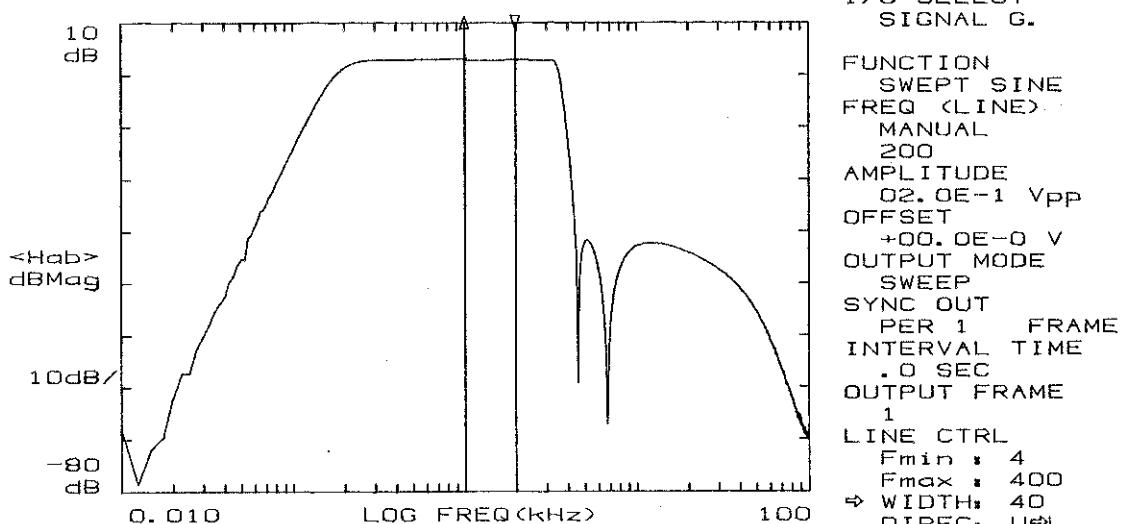

図 4-129-4
- ⑥ 縦カーソルをリファレンス・カーソルとの差が設定したい WIDTH になるまで移動。
- ⑦ (図 4-129-4 参照)